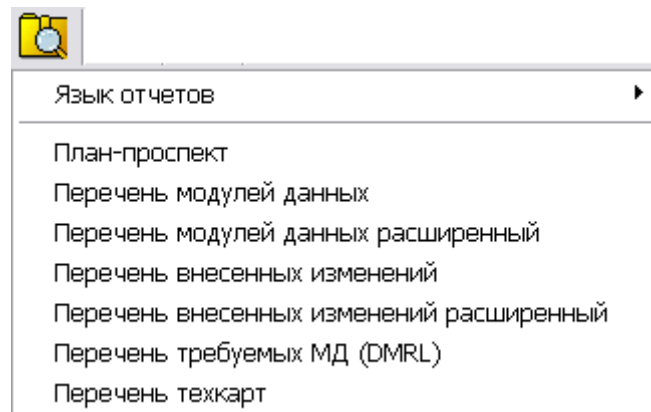

Рис. 21.11
4. На инструментальной панели в верхней части окна **Структура раздела** выберите инструмент **Отчеты** . После этого откроется выпадающее меню (рис. 21.11).